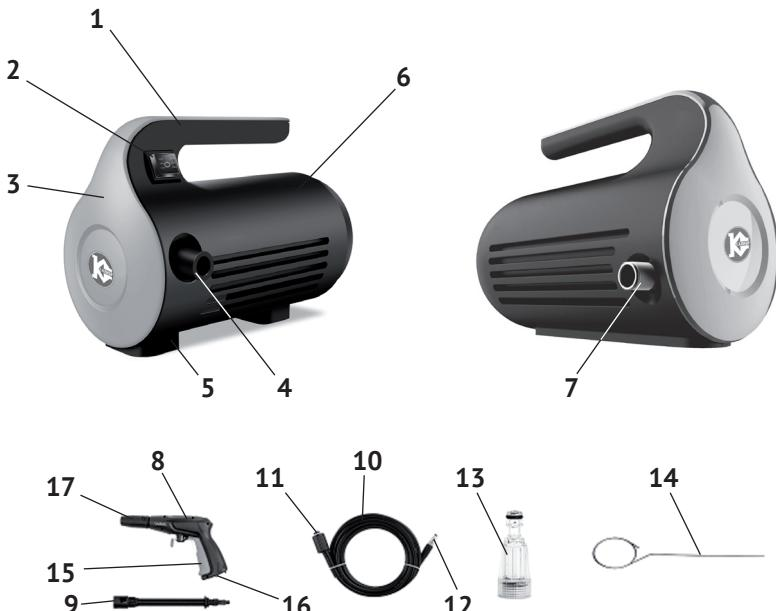

рис.1
4.1 Общий вид мойки представлен на рис. 1:
Коллекторный электродвигатель в сборе с редуктором и плунжерным насосом, расположены горизонтально в пластиковом корпусе, закреплённом между левой и правой частями корпуса мойки (рис.1 поз.6). Вращательный момент с якоря двигателя преобразуется шестерёнчатым редуктором в возвратно-поступательное движение трёх плунжеров насоса. Давление воды из водопровода (ёмкости) повышается до 70 бар на выходе из шланга высокого давления (рис.1 поз.10). Клавиша выключателя (рис.1 поз.2) расположена в основании рукоятки
(рис.1 поз.1), она имеет два фиксированных положения: «1» - включено; «0» - выключено (стандарт МЭК 60417).
Входной штуцер (рис.1 поз.4) расположен в передней, левой части корпуса мойки (рис.1 поз.6). В правой части корпуса (рис.1 поз.6) находятся штуцер (рис.1 поз.7) подключения шланга высокого давления (рис.1 поз.10). В нижней части рукоятки пистолета расположены две кнопки (рис.1 поз.16) блокировки/разблокировки курка (рис.1 поз.15) с символами: «замок закрыт» - заблокировано, «замок открыт» - разблокировано.
- вставить разъем шланга высокого давления (рис.1 поз.10) в выходной штуцер (рис.1 поз.7);
- накрутить на резьбу штуцера гайку (рис.1 поз.11) для фиксации разъема шланга;
7.1.2 Насадка (головка) распылительная, регулируемая (рис.1 поз.17) изна-
- совместив выступы насадки-удлинителя (рис.1 поз.9) с пазами в торце пистолета, вдвинуть насадку, преодолевая сопротивление пружины, и зафиксировать её поворотом по часовой стрелке;
Вставить быстразажимной разъём шланга высокого давления в выходной штуцер (рис.1 поз.7) мойки в правой части корпуса мойки (рис.1 поз.6). Зафиксировать разъём шланга, накрутив на штуцер гайку фиксации (рис.1 поз.11).
7.1.5 Насадка распылительная, регулируемая (рис.1 поз.19) изначально вставлена в пистолет-распылитель. Для установки насадки-удлинителя:
- совместив выступы насадки-удлинителя (рис.1 поз.12) с пазами в торце пистолета, вдвинуть насадку, преодолевая сопротивление пружины, и зафиксировать её поворотом по часовой стрелке;
- подключить мойку к питающей электросети и перевести ручку выключателя (рис.1 поз.2) в положение «I» - включено;